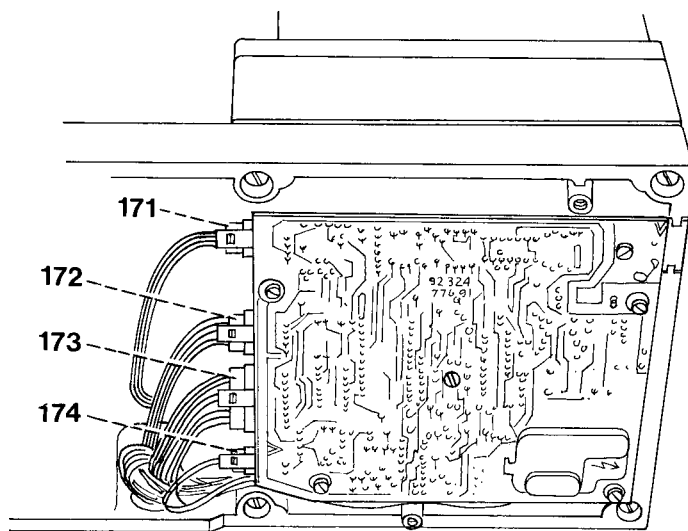

Fig. 56e
- Jetzt werden alle Kabelstränge der Maschine wie folgt auf die Leiterplatten aufgesteckt: (Fig. 56e).
- Now connect all machine cables to the circuit boards (Fig. 56e) as follows:
- Maintenant, brancher tous les faisceaux de câbles de la machine de la manière suivante sur la carte de circuits imprimés (fig. 56e).